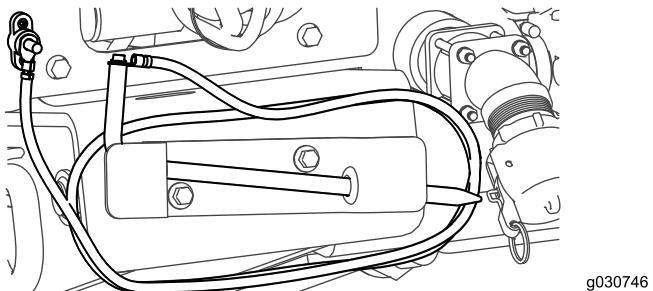

Figura 7
2. Introduza a haste no suporte e enrole o cabo negativo da bateria no mesmo, como mostrado na Figura 7.